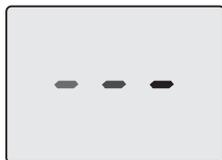
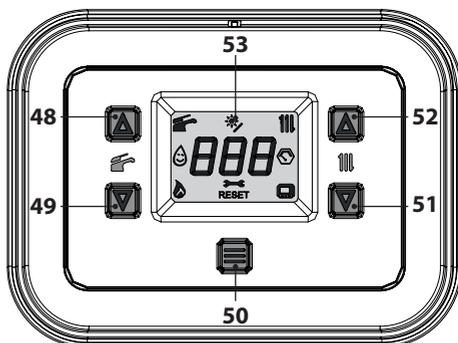

Figura 6.5
Figura 6.6
- Alimentare elettricamente la caldaia azionando l'interruttore bipolare previsto in installazione. Il display LCD visualizza il simbolo  (i trattini vengono accesi in sequenza per simulare uno scorrimento) (Figura 6.5).
- Tenere premuto per 5 secondi il tasto 50 fino a far apparire sul display entrambe i simboli  e  Figura 6.6.
- Entrare in "modalità programmazione" premendo contemporaneamente per 5 secondi i tasti 49 e 51 (Figura 6.6) fino a far apparire sul display LCD le lettere **HiS** che indicano il menu "Storico delle caldaia" (Figura 6.8).
- Premere il tasto 50 (Figura 6.6) per attivare la funzione. Il display visualizzerà quanto segue (Figura 6.10 e Figura 6.11).
- tenere premuti contemporaneamente i tasti 49 e 51 per 5 sec. (Figura 6.6) (ritorno al livello precedente).
- Spegnerne la caldaia tenendo premuto per 5 secondi il tasto 50 (Figura 6.6) fino a far apparire sul display LCD il simbolo **— — —** (i trattini vengono accesi in sequenza per simulare uno scorrimento) (Figura 6.5).